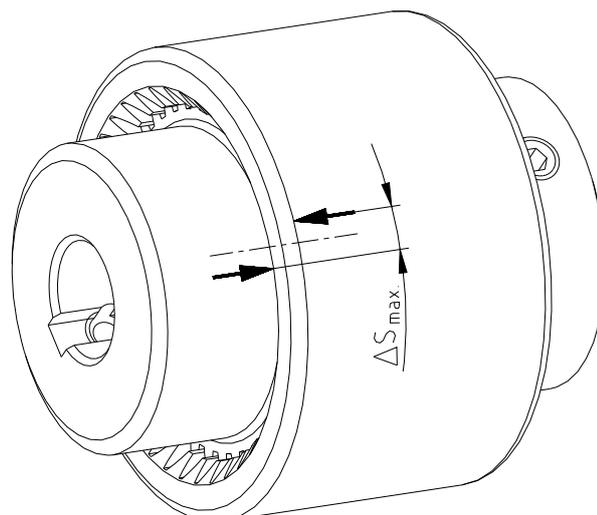

Figura 13: marcas en el casquillo y el manguen
- Marque el casquillo y el manguen (ver figura 13).